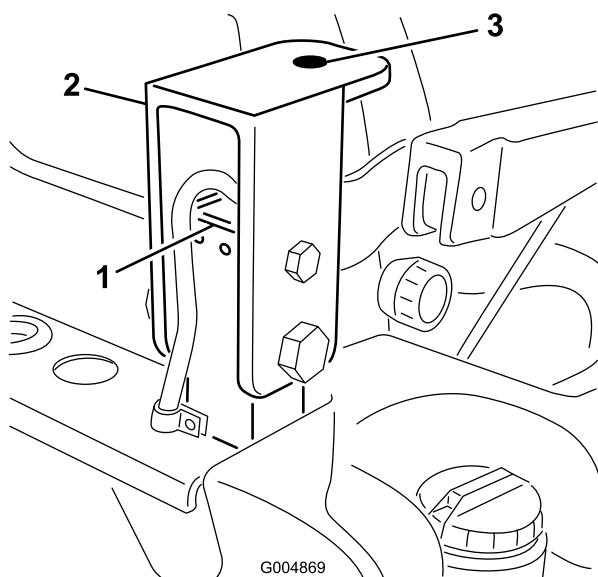

Figura 59
2. Instale provisionalmente un soporte de montaje de la cabina a cada poste del ROPS con 2 pernos (1/2 x 3-1/2 pulgadas), 2 tuercas (1/2 pulgada), 2 pernos (3/4 x 3-1/2 pulgadas) y 2 tuercas (3/4 pulgada) (Figura 59). Asegúrese de que el taladro de la placa superior está orientado hacia adelante. No apriete los pernos todavía.